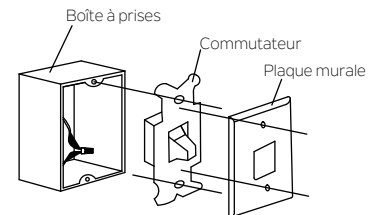

Fig. 18
Étape 1. Raccordez avec les connecteurs les fils NOIRS (sous tension) ensemble et repoussez à l'intérieur de la boîte à prises. ((Fig. 18) ou sélectionnez l'emplacement avec une nouvelle boîte à prises murale.